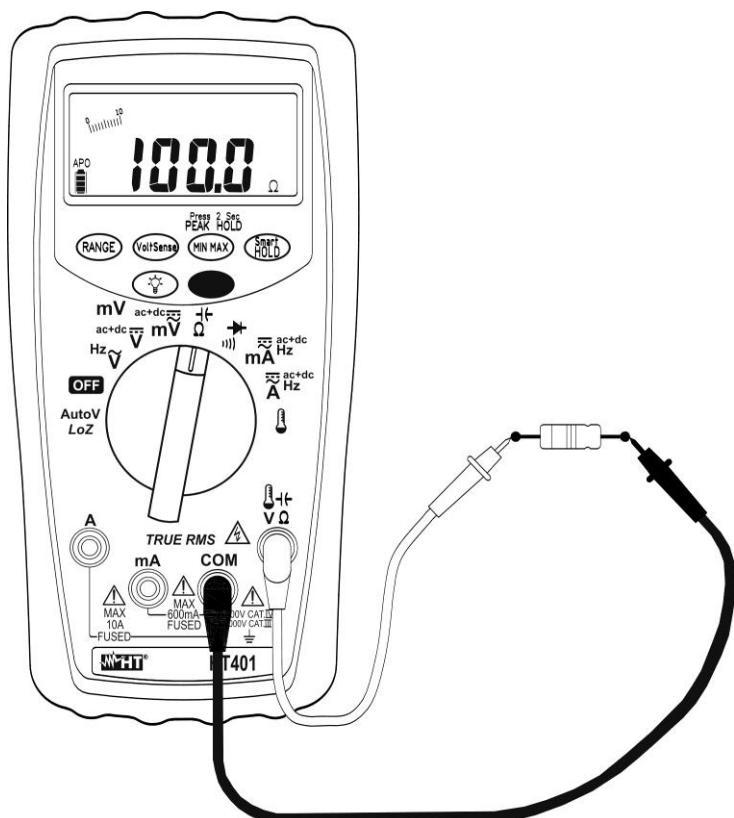

Fig. 7: Medida de Resistencia
4. Posicione las puntas en los puntos deseados del circuito en examen (vea Fig. 7). El valor de la resistencia se muestra en el visualizador